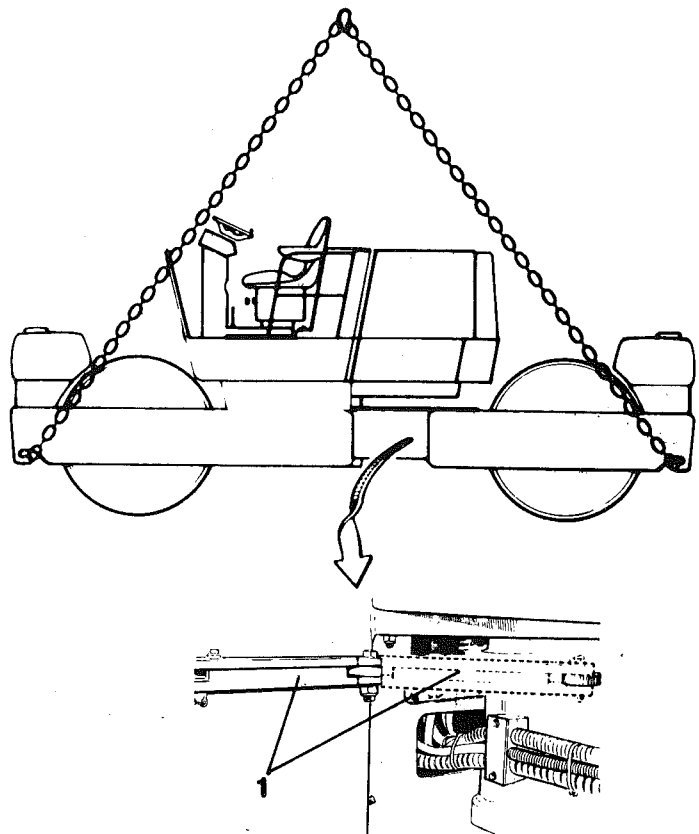

Fig. 22
Avant le levage, il faudra bloquer l'articulation pour éviter qu'elle se replie. Sortir le bras et le fixer à l'articulation selon la fig. 22.
Ne pas oublier de déverrouiller le dispositif de blocage (1), fig. 22, avant de démarrer le moteur.